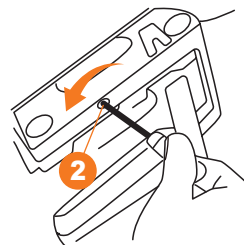

Рис. 9
Для дозирования подачи масла используйте регулировочный винт ❷, расположенный на нижней части корпуса бензопилы, поверните влево для увеличения подачи масла и вправо для уменьшения (Рис. 9).